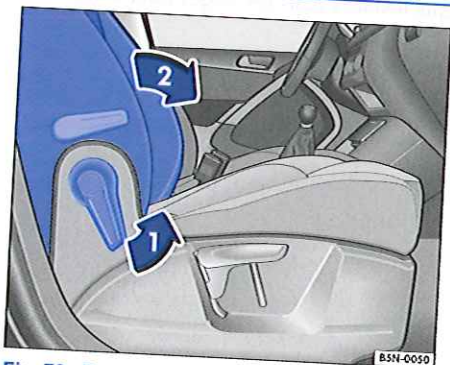

Fig. 70 Escamotage du dossier de siège du passager avant.
- Déverrouillez le dossier de siège du passager avant dans le sens de la flèche $\Rightarrow$ fig. 70 (flèche 1).
- Escamotez le dossier de siège du passager avant dans le sens de la flèche $\Rightarrow$ fig. 70 (flèche 2) en position horizontale.
- Pour relever le dossier de siège du passager avant, déverrouillez-le de nouveau $\Rightarrow$ fig. 70 (flèche $^{\circ}1$).